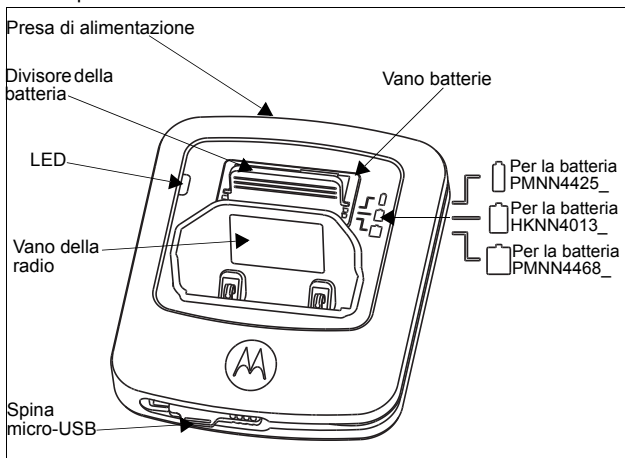

Figura 1: Caricabatteria a tre unità
- a. Estrarre e ruotare il divisore della batteria in base al tipo di batteria da ricaricare, quindi farla scivolare di nuovo nello slot. (Vedere la Figura 1).